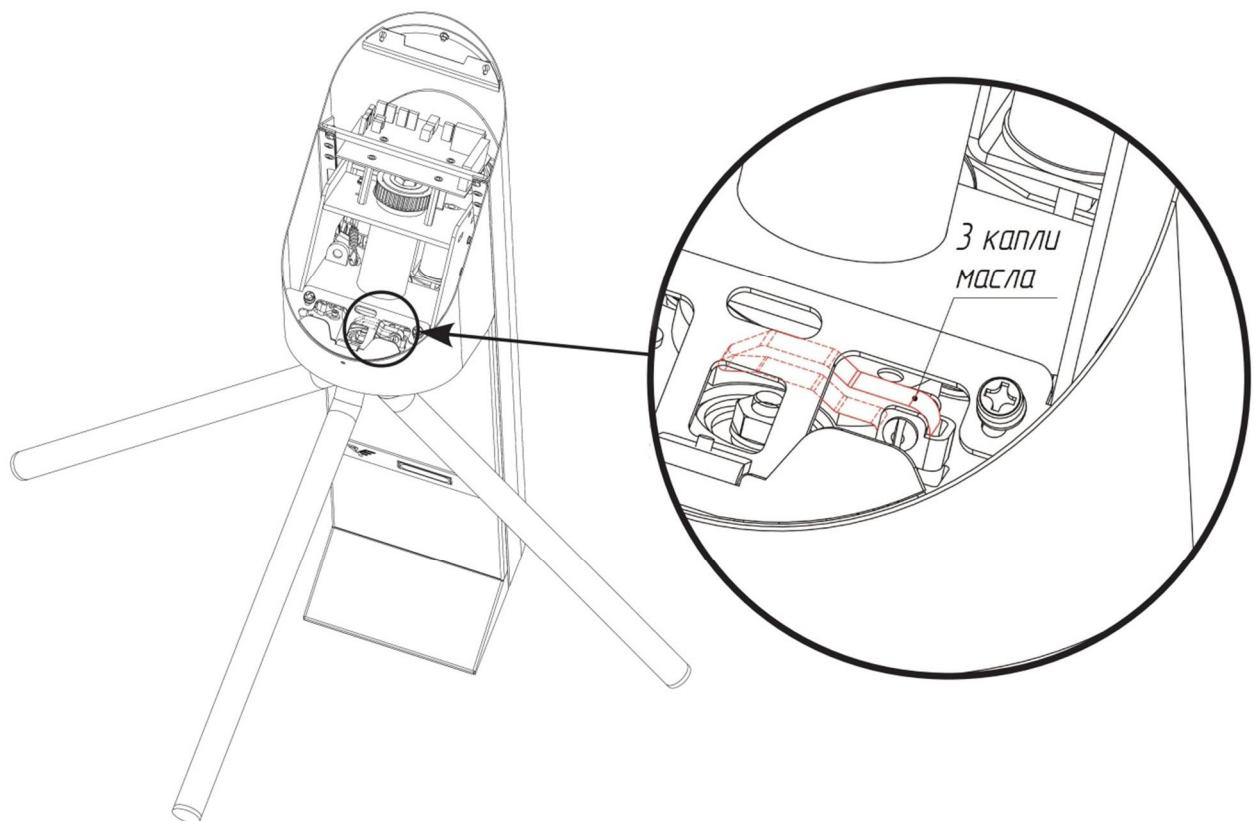

Рис. 15
5.4. Ось вращения кулачка разблокировки планок (Рис. 15).